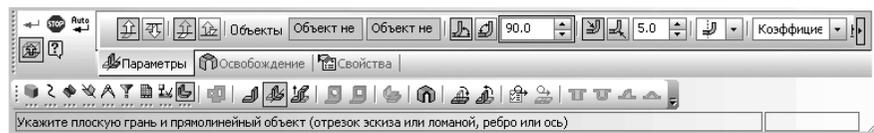

Рис. 7.33. Главное окно системы с линией сгиба на листовом теле
- щелкните в **Компактной панели** с активизированной кнопкой переключателем  – **Элементы листового тела** по кнопке  – **Сгиб по линии**. Появится соответствующая **Панель свойств: Сгиб по линии**. Это состояние системы для листового тела показано на рис. 7.33.